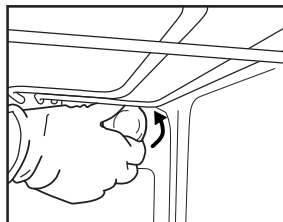

Fig. 8
2. Skru lampeglasset af (Fig. 8), skift pæren ud (se bemærkningen angående type), og skru lampeglasset på igen.